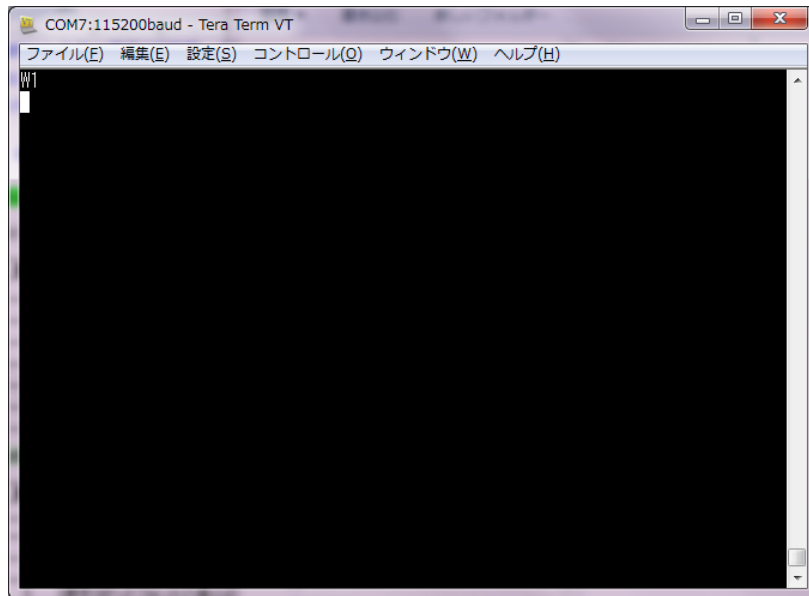

图 6-2
- (1) 请将 microSD 卡插入 PC。
- (2) 在根目录下创建名为“pixsbmp”的文件夹，然后将 CD-ROM 中的图片数据复制到该文件夹内。
- (3) 从 PC 中拔出 microSD 卡，确认 LCDC 基板的电源处于断开状态后，将 microSD 卡插入 microSD 卡接口 (CN2)。
- (4) 接通 LCDC 基板的电源，然后启动通信软件。
- (5) 如图 6-2 所示输入字符” W1”后，按下回车键发送字符。